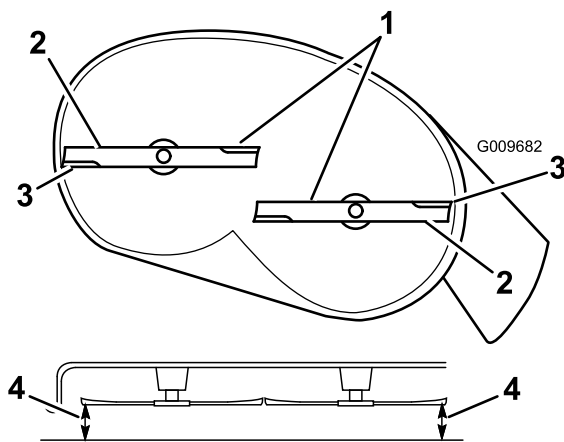

Figura 47
4. Gire cuidadosamente las cuchillas hasta que estén todas orientadas lateralmente (Figura 47).
- Mida entre los bordes de corte exteriores y la superficie plana (Figura 47). Si hay una diferencia de más de 5 mm (3/16 pulg.) entre ambas dimensiones, se requiere un ajuste; siga con este procedimiento.